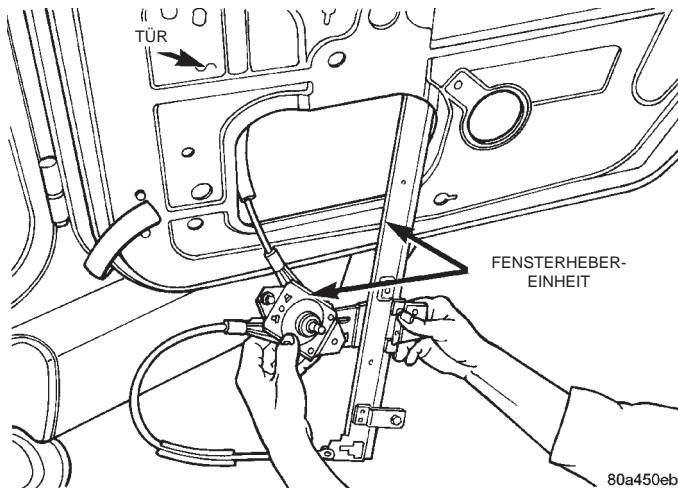

Abb. 33 Fensterheber ausbauen
- (4) Befestigungsschrauben lösen, mit denen der Fensterheber am Türinnenblech befestigt ist.
- (5) Fensterheber nach oben anheben, so daß er aus den Langlöchern im Türinnenblech freikommt.
- (6) Fensterheber absenken und durch die Zugangsöffnung im Türinnenblech ausbauen (Abb. 33).